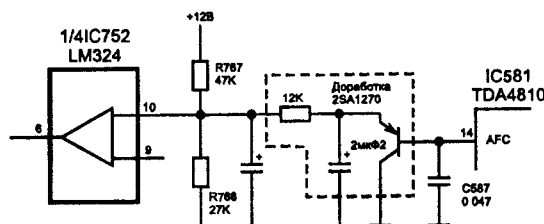

Рис. 2. Схема блокировки цепи AFC
Схема ключевого каскада блокировки цепи AFC приведена на рис. 2. Элементы ключевого каскада лучше всего установить на основной плате блока строчной развертки (нижняя плата монитора). Монтаж навесной с пайкой к контактными площадкам. Установка элементов со стороны печатных проводников. Фиксация монтажа мастикой ВК-8 или клеем-расплавом. Отказ выходного каскада строчной развертки при переключении входов с "D-SUB" на "BNC" происходит по причине, описанной выше, так как во время переключения входов происходит разрыв петли AFC. На время нахождения переключателя входов в неопределенном (среднем) положении входной сигнал "H SYN" не поступает на процессор ни через вход "D-SUB", ни через вход "BNC". Коммутатор входов находится в неопределенном состоянии. Петля AFC не работает.
- введение схемно-технической доработки, указанной выше (рис. 2)